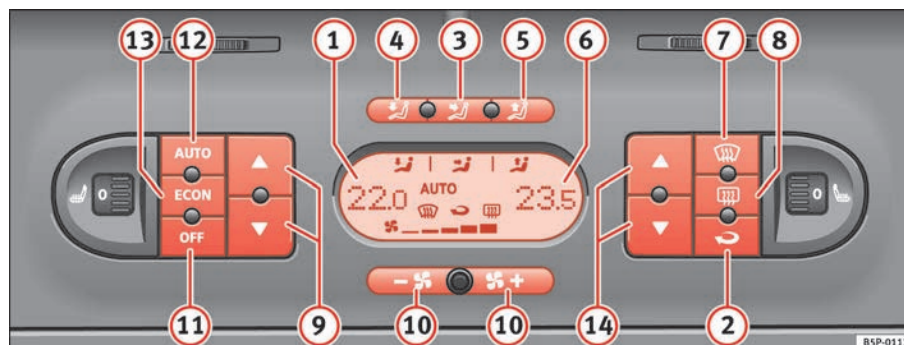

Fig. 130 Comandos do Climatic 2C no painel de instrumentos
- Prima as teclas de regulação da temperatura ⇒ página 159, fig. 130 ⑨ ou ⑭ para ajustar a temperatura do lado esquerdo e direito, respectivamente.
- Prima o botão  ⇒ página 159, fig. 130. Surge «AUTO» no visor.